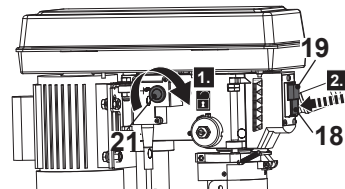

Fig. 17
1. Gire el botón STOP de parada de emergencia (21) en el sentido de las agujas del reloj para liberarlo, si ya ha sido activado (Fig. 17, paso 1).
2. Encienda el producto pulsando el botón verde de encendido ON I (19) y espere hasta que la broca haya alcanzado la velocidad máxima (Fig. 17, paso 2).